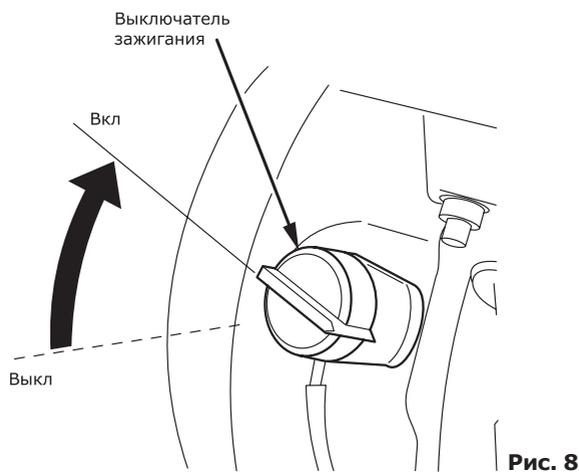

**Рис. 6**
- Поверните топливный кран в положение «Открыто» (рис. 6).